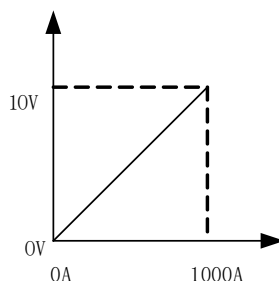

图 4-5 信号等效电路
1. 焊机实际显示电流值与焊机电流模拟量输出值之间的对应关系，如图 4-5 所示；